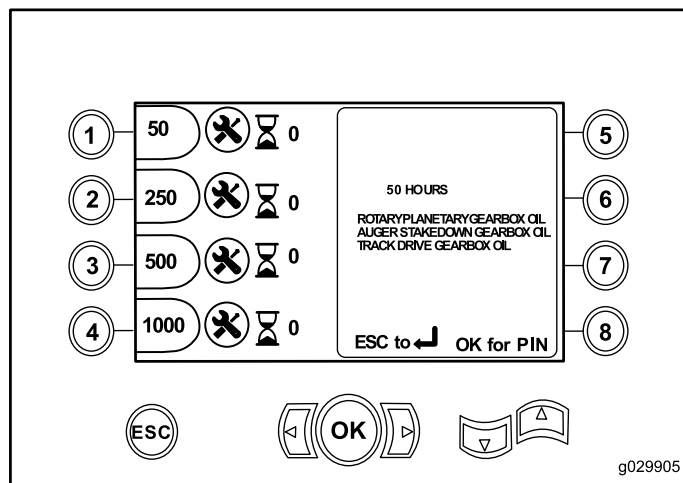

Рисунок 12
- Кнопка 1 – после наработки 50 часов (Рисунок 12)